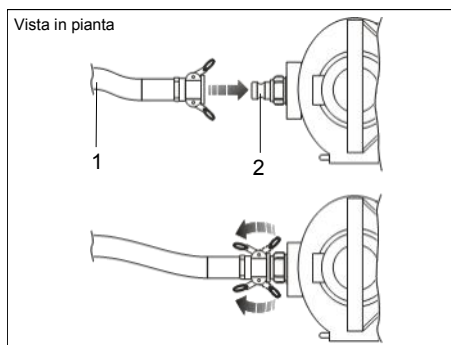

FIG.22 (Collegamento del tubo trasporto materiale all'attacco uscita materiale)
- 1) Collegare il tubo fornito in dotazione (\varnothing est. 39 mm - L= 15 m) (FIG.22-Rif.1) all'attacco uscita materiale della macchina (FIG.22-Rif.2);
- 2) Tirare le leve laterali come indicato in FIG.22.